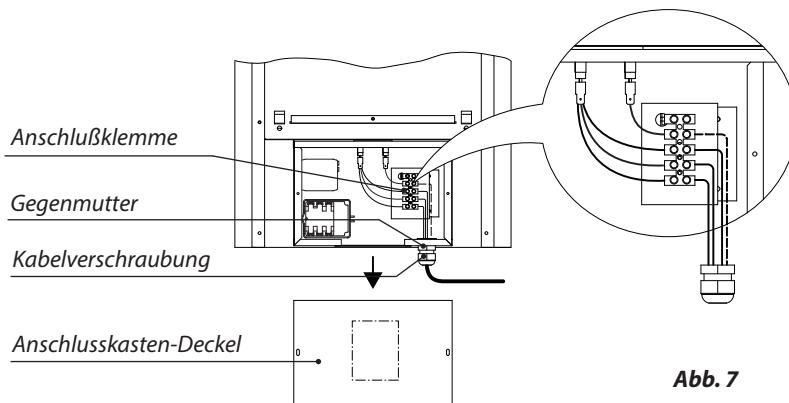

Abb. 7
- Elektrischer Anschluß gemäß Abb. 7 und Anschlußbeispiel.